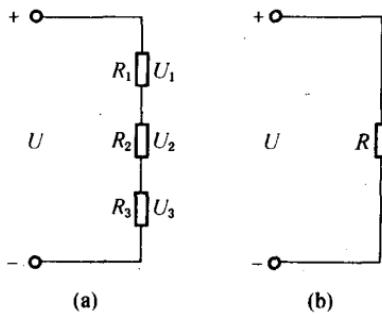

图1-2 3个电阻串联电路
(1) 电阻的串联。在电路中将电阻依次首尾相联，使各电阻通过同一电流，这种联接方式叫做电阻的串联，图1-2 (a) 为3个电阻的串联电路。
$R$  为串联电路的总电阻，这样就可以将3个电阻的串联电路用图1-2 (b) 的等效电路来表示。